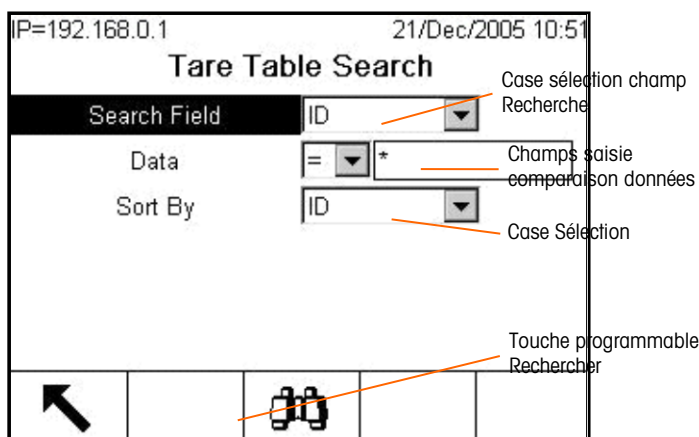

Figure 2-38 : Écran Recherche dans Tableau Tare
3. Appuyez sur la touche programmable RECHERCHER DANS TABLEAU  pour sélectionner un sous-ensemble d'enregistrements dans le tableau. L'écran Rechercher pour le type de rapport sélectionné s'affiche (voir la Figure 2-38).